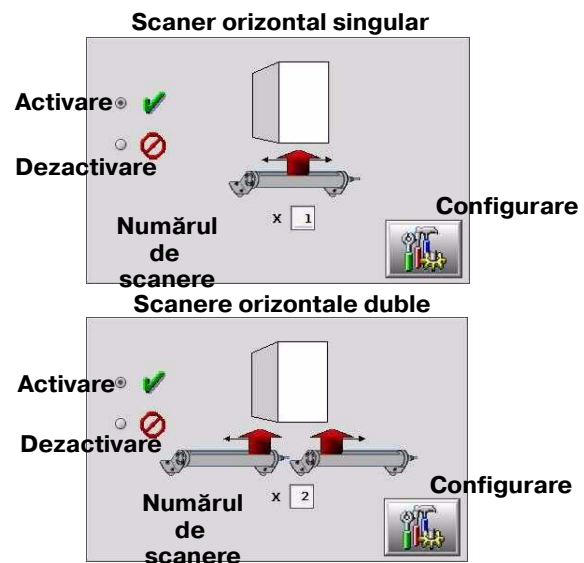

Figura 3-23 Activare și setare scanner poziționer intrare/ieșire
1. A se vedea Figura 3-23. Activați scanerul, introduceți numărul scanerului poziționarului (1 sau 2), apoi apăsați butonul **Configurare**.